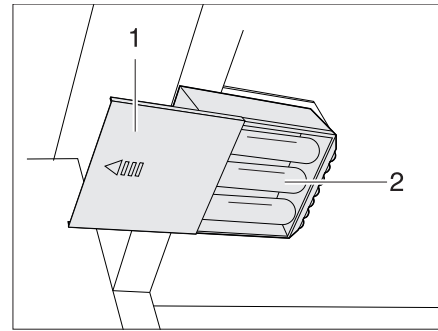

Fig. 175 Lámpara del armario ropero con LED, compartimiento de la batería abierto
- Meter nuevas baterías del mismo tipo con la polarización correcta (+/-) (Fig. 175,2).
- Deslizar de nuevo la tapa (Fig. 175,1).